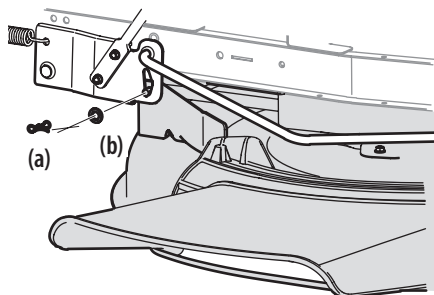

Figure 30
3. Enlevez la goupille papillon (a) et la rondelle plate (b) de l'ensemble de relevage du plateau de coupe et gardez-les pour les utiliser plus tard. Voir la Figure 30.